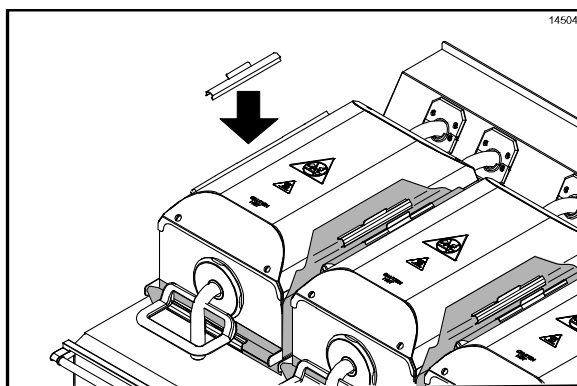

Abbildung 111
43. Die Trennfolien umgekehrt wieder anbringen. Die Trennfolien mit den Trennfolienklammern und Stäben befestigen. (Siehe Abbildung 111.)